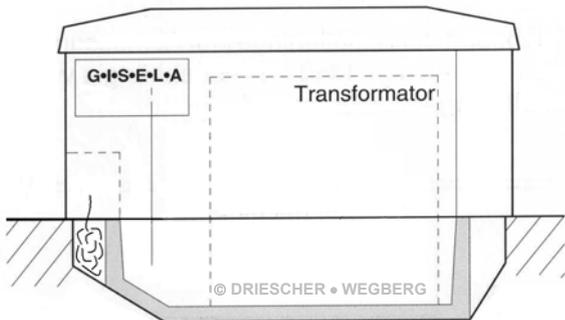
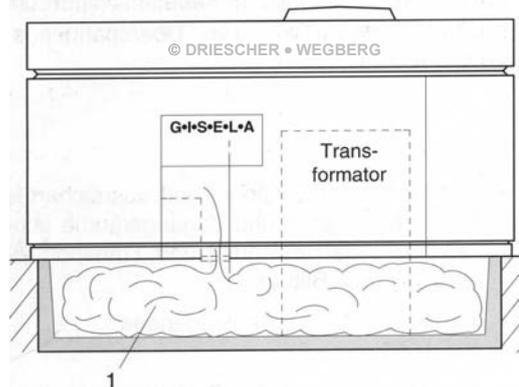
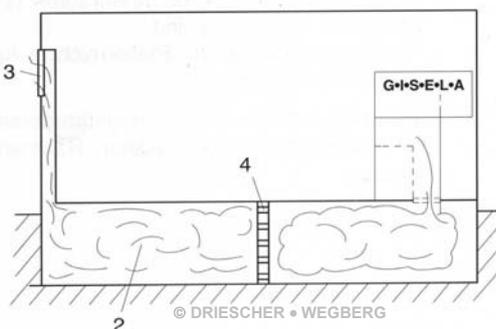

Bild 1 / Figura 1
Bild 2 / Figura 2
Bild 3 / Figura 3
- Bei Kompaktstationen Typ K und KSP Fa. DRIESCHER erfolgt der Druckausgleich ausschließlich im Kabelanschlussbereich (Bild 1). Ansonsten muss bei kompakten und begehbaren Stationen die Druckentlastung in den Kabelkanal (1) [Mindestvolumen ~3 m3] vorgesehen werden (Bild 2).
- Bei vorhandenem Kabelkanal (2) [Mindestvolumen ~1,1m3; Mindestquerschnitt – 0,25m2 mit Öffnung (3) nach außen], diesen als Druckentlastungsraum nutzen.
- Durch Einbau von zwei Lagen Streckmetall (4) werden die Lichtbogengase zusätzlich gekühlt und der Austritt von heißen Gasen gemindert (Bild 3).